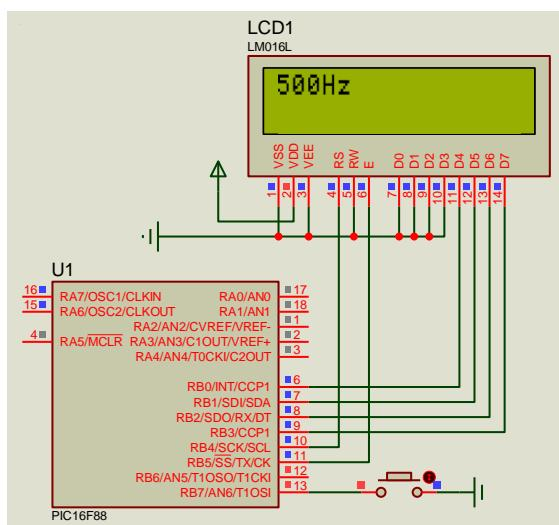

Figura 7.11 Circuito del problema Int\_Timer0\_4.c
**Int\_Timer0\_4.c:** Por la línea RB6 se genera una onda cuadrada. La frecuencia de la señal de salida cambia mediante activación del pulsador conectado al pin RB7 (tabla 7.1). El LCD muestra la frecuencia generada (figura 7.11).  $LCD \checkmark. 8MHz \checkmark$ .